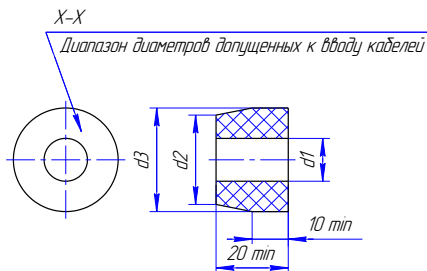

Рисунок 4. Чертеж средств взрывозащиты (продолжение). Кабельный ввод.
- кабельные вводы (см. рисунок 4) выполнены в соответствии с требованиями ГОСТ 31610.0, ГОСТ ИЕС 60079-1. Клапан должен применяться с кабельными вводами завода изготовителя или с другими кабельными вводами, которые обеспечивают защиту вида взрывонепроницаемая оболочка "d" уровень взрывозащиты 1, подгруппу IIC и степень защиты оболочки не ниже IP66. Кабельные вводы должны иметь температурный диапазон от минус 50 до плюс 60°С для обычного исполнения привода и от минус 60 до плюс 60°С для привода исполнения ХЛ;